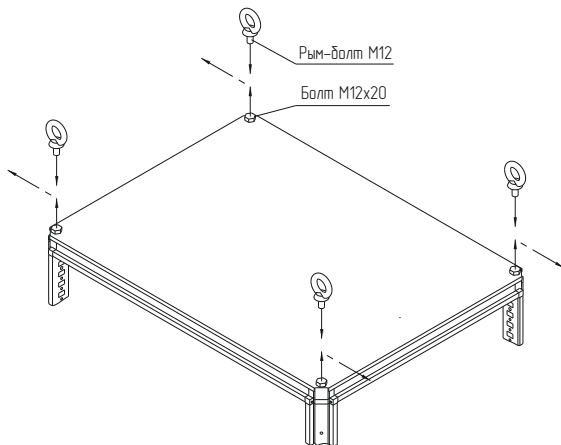

Рисунок 51
4.27.2 Выкрутить болты М12×20 из крыши при помощи гаечного ключа (рисунок 51).